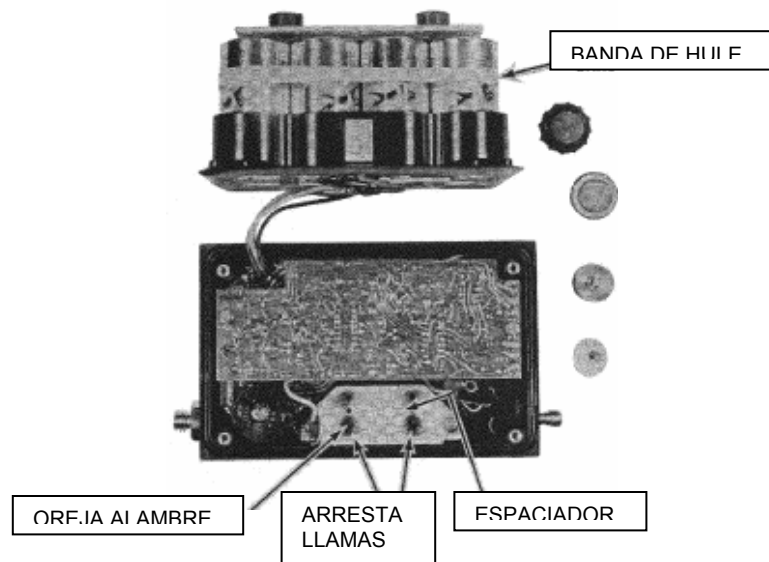

Figura 4-5. Localización de Arresta Llamas
9. Quite él arresta llamas, Figura 4-5, por una pequeña oreja de alambre usando pinzas para nariz larga y jale él arresta llamas fuera de su manga.
14. Alinee los separadores, Figura 4-5, sobre el centro del agujero y coloque el deflector en la cámara. Inserte el tornillo a través del orificio en el deflector y el separador. Asegure el deflector apretando los tornillos.
3. Quite la banda de hule, Figura 4-5